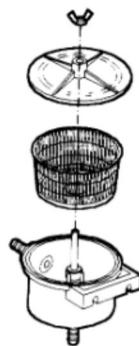

Fig. 7.4
(5) **Rensning af søvandsfilter (Fig. 7.4).**
Filteret skal gøres rent med jævne mellemrum, max. 200 timer. Låget fjernes og filterindsatsen renses og filterets pakninger kontrolleres. Hvis alt er o.k. genmonteres låget (fig.7.4). Motoren kan startes.